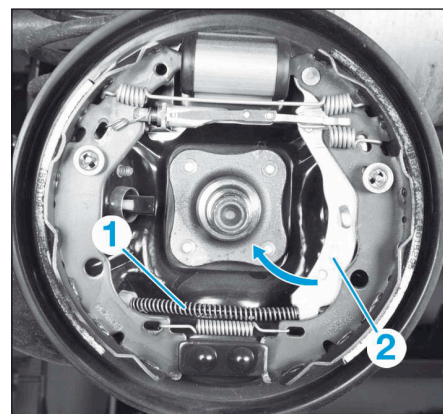

FIG.33
- Sortir les câbles de frein de stationnement (1) en poussant le levier (2) à l'aide d'une pince et d'un tournevis (Fig.33).